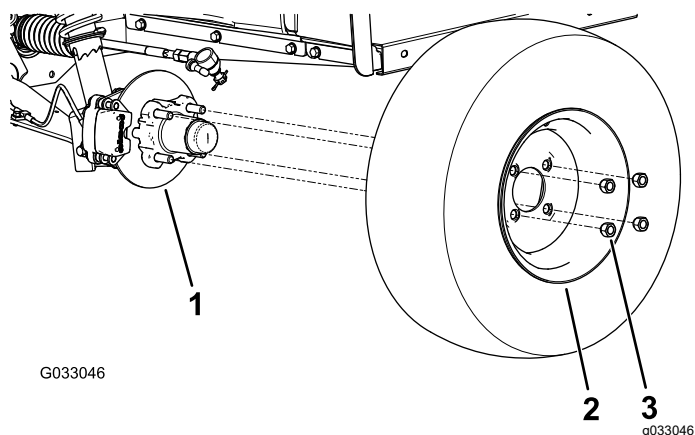

Рисунок 23
2. Отверните 4 зажимные гайки, которые крепят каждое колесо к ступице (Рисунок 23).
4. Совместите отверстия в колесе со шпильками в ступице и установите колесо на ступицу так, чтобы вентиль шины был направлен наружу (Рисунок 23).
5. Закрепите колесо на ступице с помощью зажимных гаек (Рисунок 23).